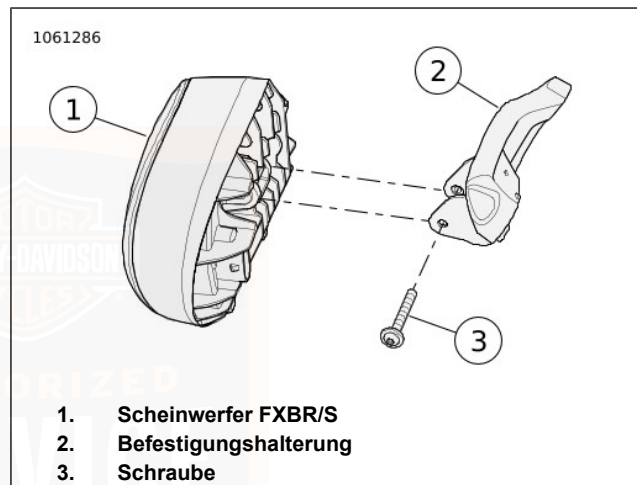
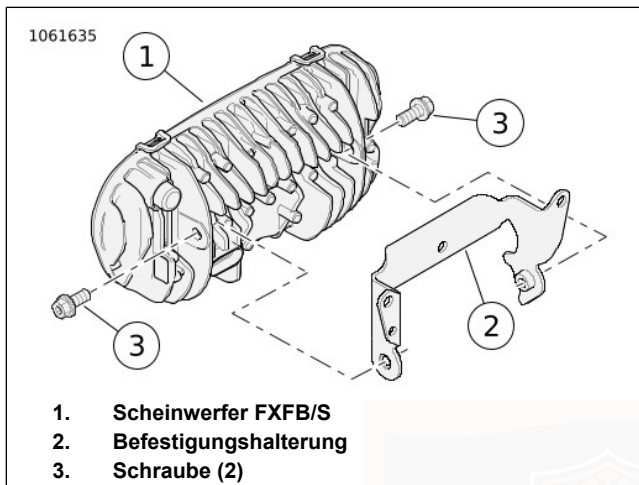

Abbildung 74. Scheinwerfereinstellung
Abbildung 75. Scheinwerfereinstellung
1. Siehe Abbildung 74 und Abbildung 75. Die vertikale Einstellschraube (3) lockern. Den Scheinwerfer vertikal so weit neigen, bis der Strahl auf der Mitte der horizontalen Linie liegt.
2. Die vertikale Einstellschraube (3) anziehen: